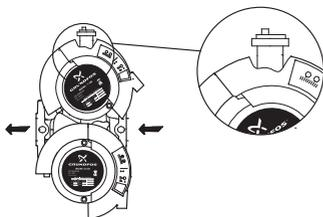

Рис. 1 Автоматичний повітряний клапан
**Здвоєні насоси, що встановлюються у горизонтальних трубопроводах, повинні бути обладнані у верхній частині корпусу насоса автоматичним повітряним клапаном (Rp ¼), дивіться рис. 1.**